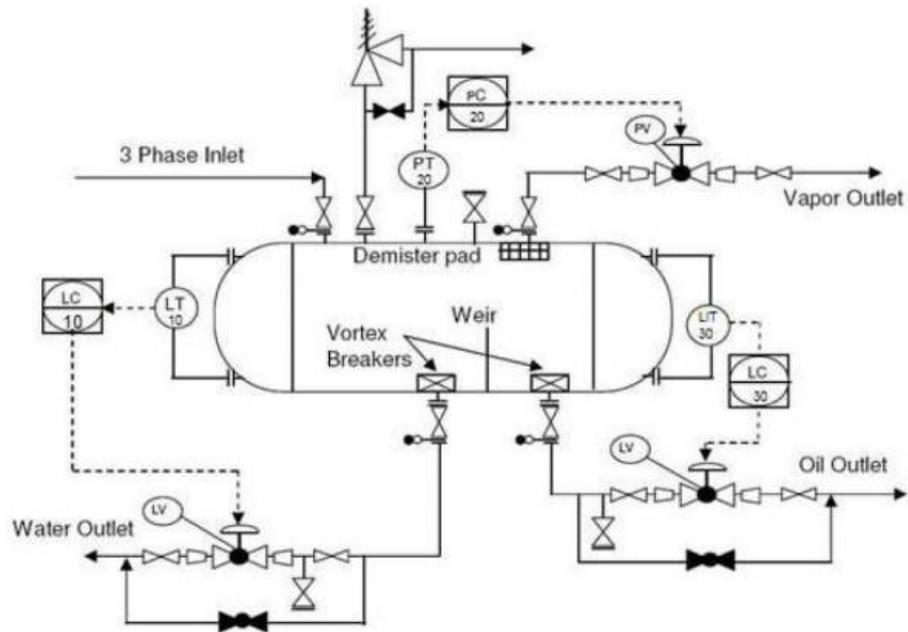

Figura 4
- 10) No diagrama P&ID da Figura 4, é apresentada a estrutura típica de vasos separadores, incluindo os requisitos de isolamento, drenagem/ventilação dos separadores comumente usados na indústria do petróleo. Interprete todos os instrumentos e equipamentos do diagrama e especifique os elementos das malhas de controle e de monitoramentos que são claramente indicadas no P&ID.